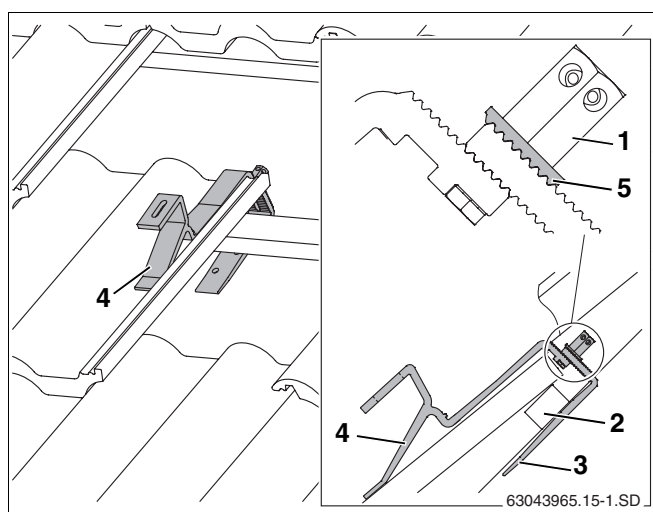

Fig. 13 Gancio da tetto attaccato (per una migliore visualizzazione, alcune tegole non sono illustrate)
- Attaccare il gancio da tetto in maniera tale che il supporto anteriore si trovi in una valle di ondulazione (fig. 13, **pos. 4**).
- Spingere verso l'alto la parte inferiore del gancio da tetto (fig. 13, **pos. 3**) finché tale parte non sia adiacente al listello del tetto (fig. 13, **pos. 2**).
- Serrare il dado esagonale lungo (fig. 13, **pos. 1**). A tal fine, infilare la chiave SW5 in un foro della vite a testa esagonale e ruotare.
La rondella dentata (fig. 13, **pos. 5**) deve incastrarsi nella dentatura della parte inferiore del gancio da tetto.